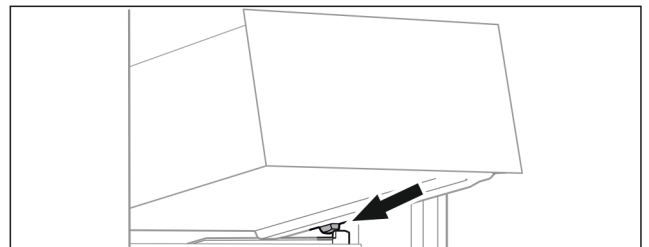

Fig. 100
- ▶ Așezați sertarul oblic în spatele opritoarelor pe nervura recipientului. (vezi Fig. 100)